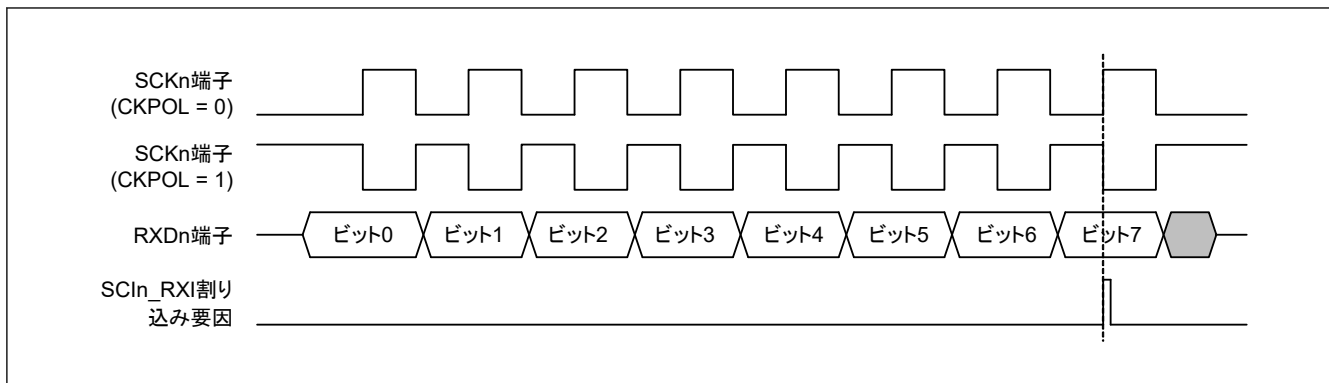

図 26.124 簡易 SPI モードにおける SCI_n_RXI 割り込みの発生タイミング (クロック遅れあり)
- クロック遅れあり (SPMR.CKPH ビット = 1) では、図 26.124 に示すように、SCKn 端子の最終クロックエッジ手前のクロックエッジで受信データフル割り込み (SCIn_RXI) が発生します。SCR レジスタの TE ビットと RE ビットを SCKn 端子の最終クロックエッジより前に 0 にすると、SCKn 端子出力がハイインピーダンスとなり、送受信クロックの最後のクロックパルス幅が短くなります。また、SCIn_RXI 割り込みの発生によって、SCKn 端子の最終クロックエッジより前に接続先スレーブの SSn 端子入力信号が High になった場合、スレーブが誤動作する可能性があります。